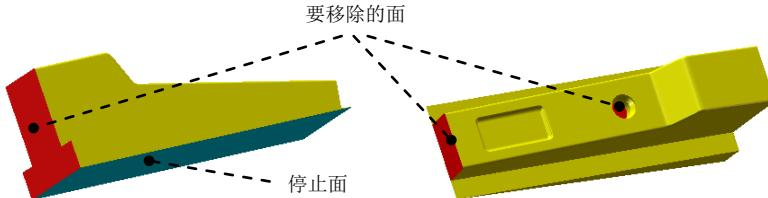

图 16.5.22 成形工具 3
Step13. 创建图 16.5.22 所示的零件特征——成形工具 3。
(1) 选择命令。选择下拉菜单 **插入(I)** \rightarrow **钣金(B)** \rightarrow **成形工具** 命令。
(2) 定义成形工具属性。
① 定义停正面。激活“成形工具”对话框的 **停正面** 区域，选取图 16.5.22 所示的模型表面为成形工具的停正面。
② 定义移除面。激活“成形工具”对话框的 **要移除的面** 区域，选取图 16.5.22 所示的模型表面为成形工具的移除面。
(3) 单击 \checkmark 按钮，完成成形工具 3 的创建。